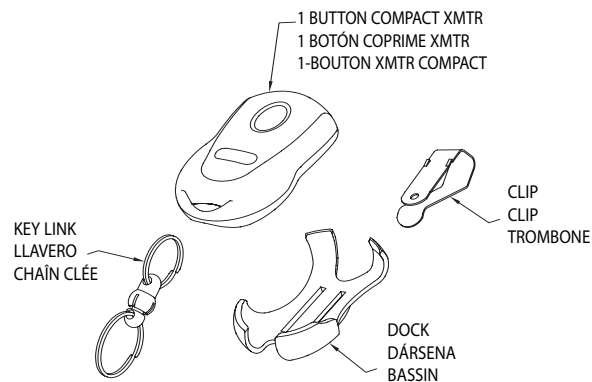

Fig. 2
**Étape 5-1** Remplacement de pile **Fig. 2**.